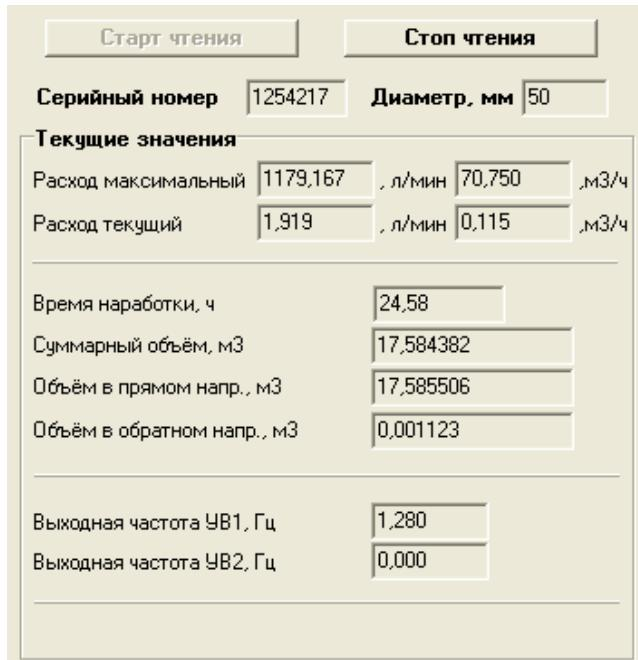

Рис.15. Индикация измеренных значений расхода.
- 3.1.3. Индикация параметров группы **Текущие значения** показана на рис.15.